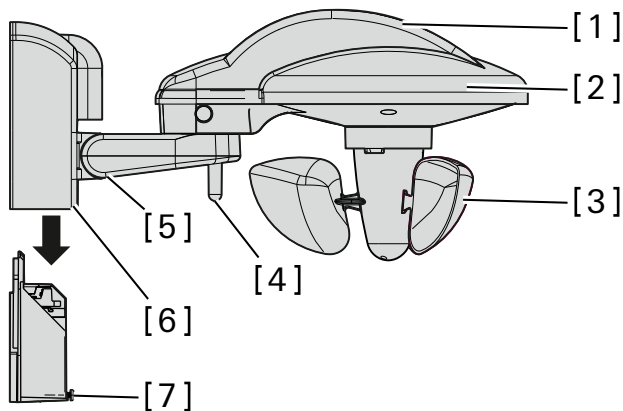

Imagen 1: Sensores
Sensores Imagen 1
1. No monte el sensor de viento Imagen 1 en sotavento.